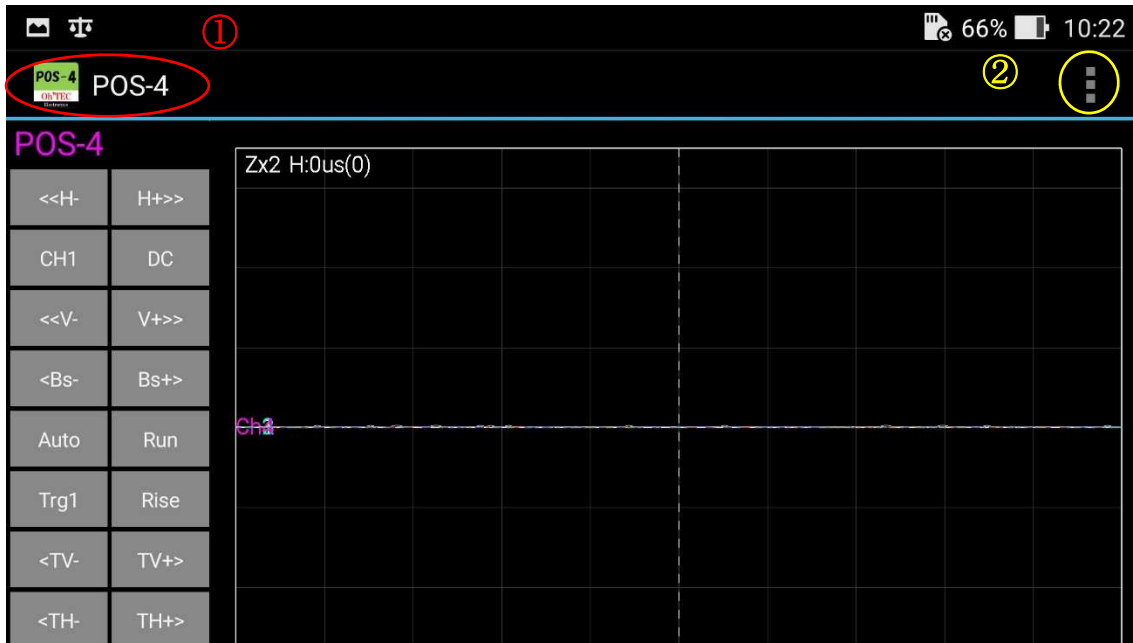

図 4-E. Menu 表示方法(2)
すると、図 4-E①の POS-4 のアイコンと②のメニューボタンが表示されます。